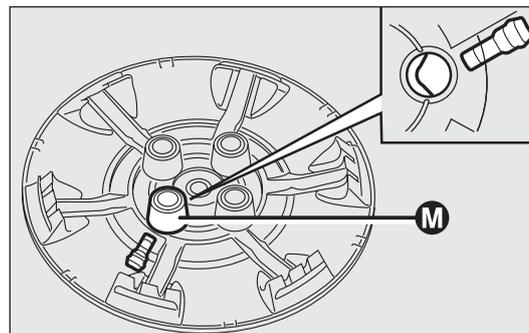

fig. 129
- montar el tapacubos, haciendo coincidir el símbolo  con la válvula de inflado y el tornillo fijado anteriormente con el orificio M - fig. 129 (para versiones con motorización Multijet) o fijar el tapacubos haciendo presión hasta que éste se fija a la llanta;